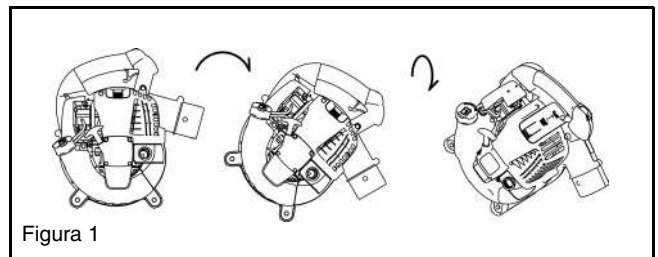
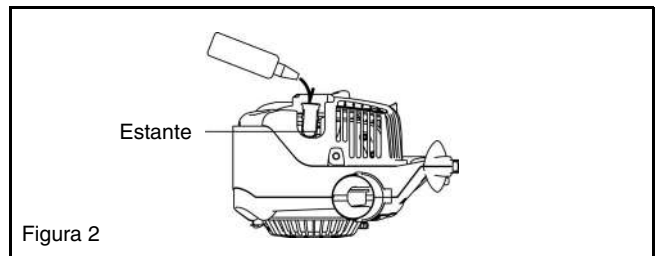

Figura 1
Figura 2
- (1) Confirme que el tapón del tanque está apretado firmemente.
- (2) Saque el tapón de aceite.
- (3) Inclíne la máquina en orden como se muestra en la Figura 1.
- (4) Oriente la máquina como se muestra en la Figura 2 y rellene aceite hasta el estante dentro del tubo de aceite.
- (5) Después de rellenar el aceite, apriete firmemente la bayoneta de nivel. Un apriete insuficiente de la bayoneta puede causar fugas de aceite.
Cuando vaya a abrir la tapa, ponga los dedos en el mango principal y en la parte saliente de la tapa de la bujía (Figura 1). Estire la parte saliente hacia arriba, la cual se dejará deslizar hacia la dirección de "OPEN" (Figura 2). Para cerrarla, deje deslizarla hacia la dirección de "CLOSE" hasta que la uña colocada bajo de la parte saliente de la tapa de la bujía se ponga encima de la tapa del motor. Finalmente, presione hacia dentro la proyección.